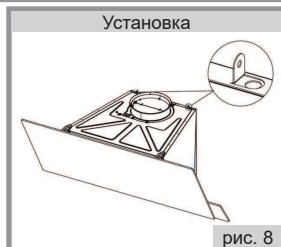

рис. 8
9) Потяните внутренний воздуховод вверх через внешний воздуховод и закрепите его винтом 3,5x6,5 RYSB на листе внутреннего декоративного короба, который вы ранее прикрутили к стене. (рис. 8)